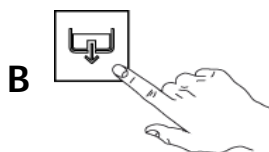

Fig.42
- 2- Premere il tasto "B" per iniziare la fase di scarico acqua e attendere il completo svuotamento della vasca. (Fig.42)